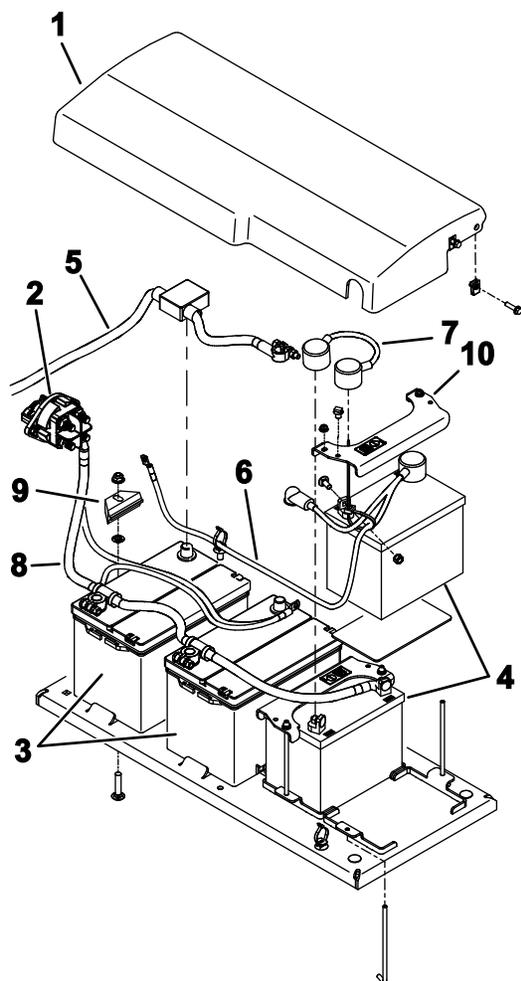

Bild 113
6. Entfernen Sie die Befestigungen, mit denen die Batterieabdeckung an der Maschine befestigt ist, und nehmen Sie die Abdeckung ab (**Bild 113**).
9. Nehmen Sie die Batterien vorsichtig aus der Maschine heraus (**Bild 113**).
1. Befestigen Sie die Batterien mit den Befestigungen (Bild 113).